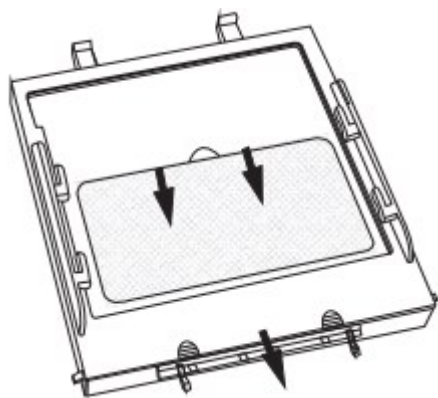
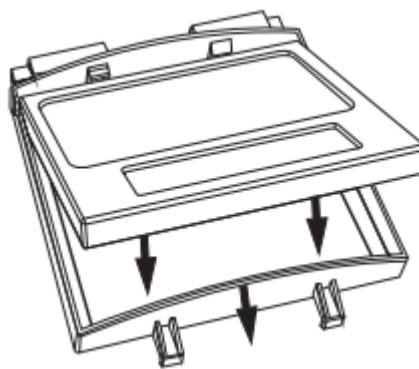

fig. 6
fig.7
- **VÝMĚNA PŘEDNÍ KRYCÍ FOLIE** – Vyměňte přední krycí folii, pokud je poničená. Stlačte zámky držáku filtru (viz fig. 6) a nadzvedněte a vyjměte. Vyjměte přední krycí folii ze sestavy filtru. **Nainstalujte novou krycí folii** a namontujte zpět do skořepiny kukly (stejným způsobem, jakým byl odstraněn).
- **VÝMĚNA KAZETY FILTRU** - Vyjměte sestavu držáku filtru z kukly (viz fig. 6). Vyměňte filtr a založte do rámečku nový (viz.fig.7) a vložte rámeček s filtrem do skořepiny.